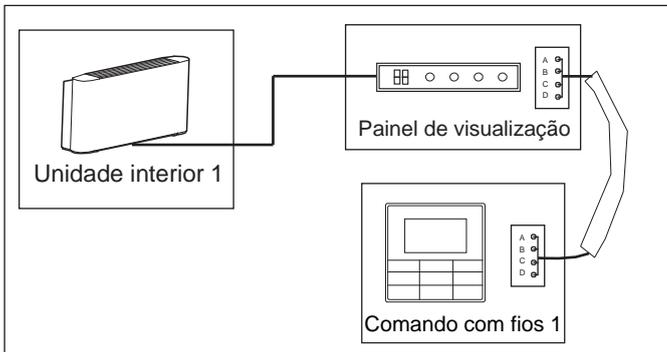

Figura 6.9
- Utilizar 1 comando com fios para controlar 1 unidade interior (ver Figura 6.9).